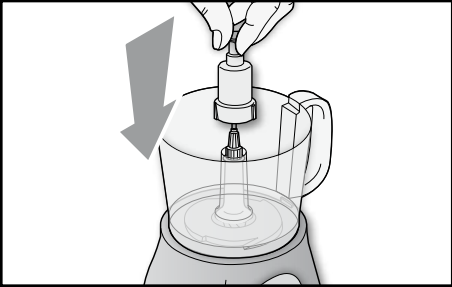

Fig. 4
- Montare il supporto lama (L) sul perno motore (C) all'interno della ciotola (D) (Fig. 4).